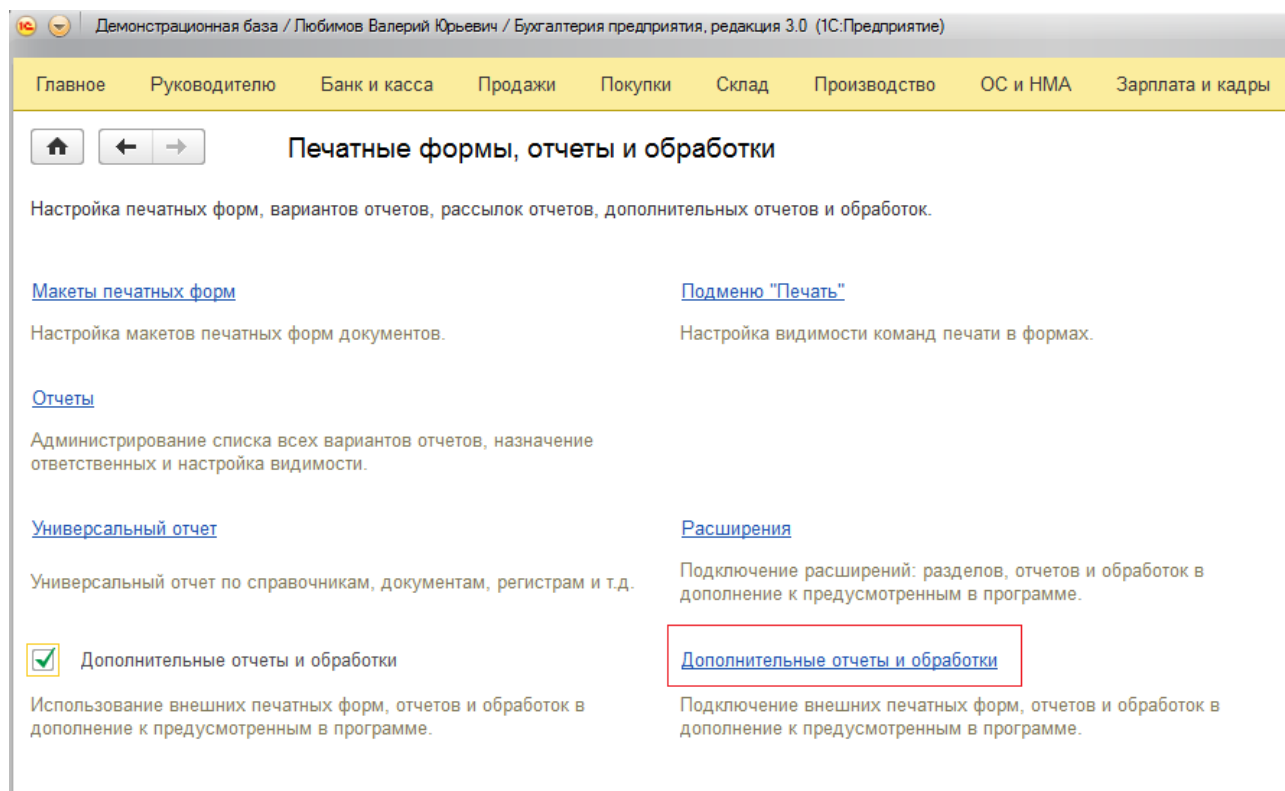

Рис. 6
2. В открывшейся форме нажмите на ссылку с командой «Дополнительные отчеты и обработки». — Рис. 6. В «1С:ERP Управление предприятием 2» для этого надо сначала развернуть группу «Отчеты и обработки».